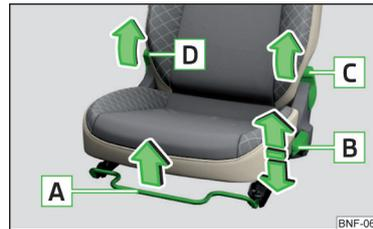

Fig. 52
- Tirar de la palanca [D] » fig. 52 y abatir el respaldo hacia delante.